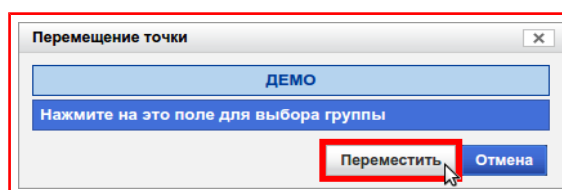

Рисунок 9.67 — Кнопка «Переместить»
- 4) Нажать на кнопку **«Переместить»**, рисунок 9.67.